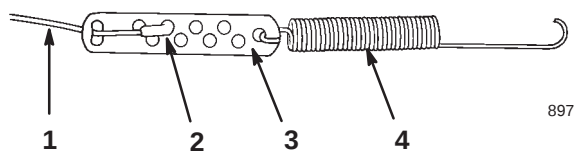

Figure 17
2. Otez la protection du ressort et du dispositif de réglage du câble (Fig. 17).
3. Débranchez le raccord en Z du dispositif de réglage (Fig. 17) et replacez-le dans un trou supérieur ou inférieur du dispositif de réglage de manière à obtenir l'écartement voulu de 2 à 3 mm entre la barre de commande et le mancheron (Fig. 15).
3. Débranchez le raccord en Z du dispositif de réglage (Fig. 17) et replacez-le dans un trou supérieur ou inférieur du dispositif de réglage de manière à obtenir l'écartement voulu de 2 à 3 mm entre la barre de commande et le mancheron (Fig. 8).